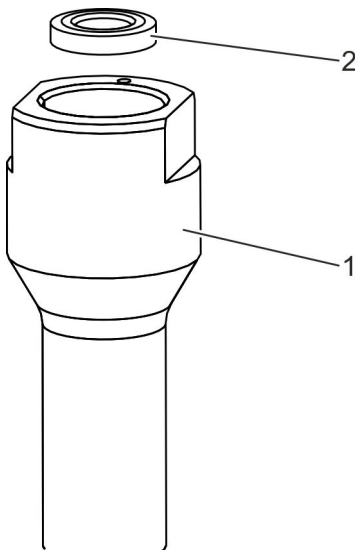

Fig. 22 : Retrait de la bague de serrage
9. ➤ Retirer la bague de serrage (Fig. 22 /2) de la tubulure (Fig. 22 /1).